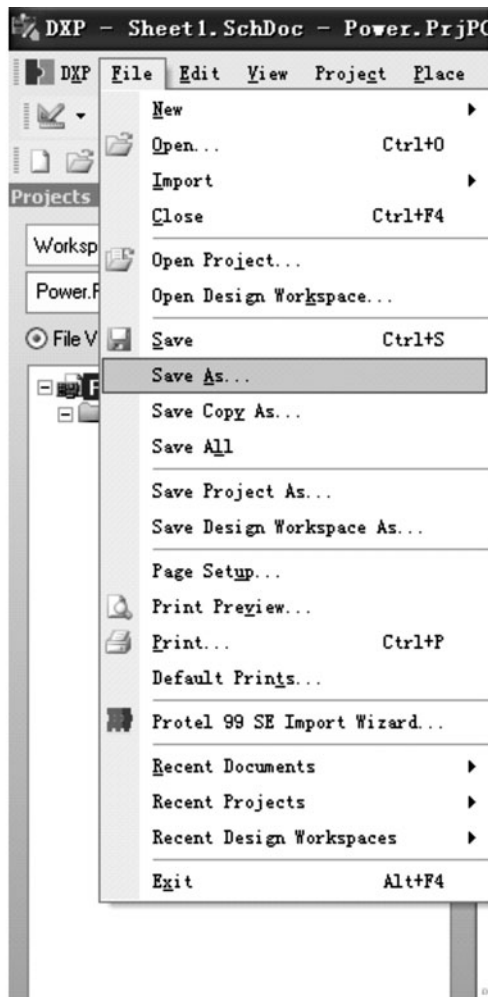

图 1-15 原理图文件另存为菜单命令
(2) 选中“Sheet1 .SchDoc”,单击菜单【File】→【Save As...】将新原理图文件重命名(Power .Schdoc)。指定存储路径,在文件名栏里键入文件名“Power .Schdoc”并单击【保存】按钮,如图 1-15、1-16、1-17 所示。